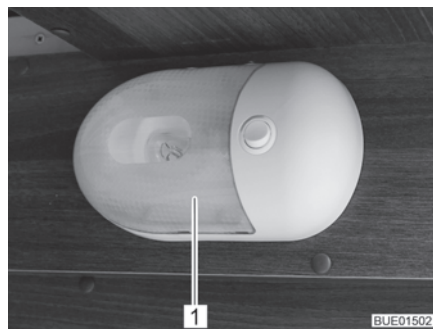

Fig. 193 Luminaire apparent
- Presser le couvercle transparent (Fig. 193,1) avec précaution des deux côtés, l'éloigner légèrement du commutateur et le retirer par l'avant.